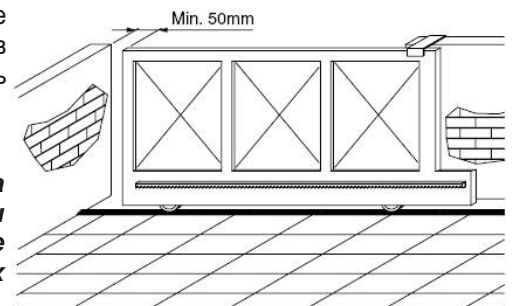

рис.20
- Лапки должны останавливать створку до того, как последняя достигнет механического упора (ловушки). В целях безопасности оставьте расстояние около 50 мм между створкой и стопором (ловушкой), в соответствии с существующими нормами, или используйте пневмопрофиль мин 50 мм толщины (рис.20).